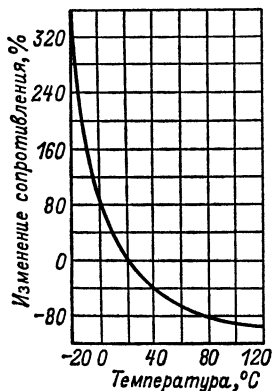

Рис. 66. Изменение сопротивления терморезистора в зависимости от температуры.
**Л.** — Именно так и следует меня понимать. Если нагревание увеличивает ток через полупроводник, то это означает, что при повышении температуры его сопротивление понижается. Значит, из полупроводниковых материалов можно сделать резистор, сопротивление которого быстро падает при повышении температуры. Вот характеристика одного из таких резисторов, называемых терморезисторами (рис. 66). Ты видишь, что когда температура повышается, скажем, от 20 до 40°С, то сопротивление термистора снижается примерно на 45%.